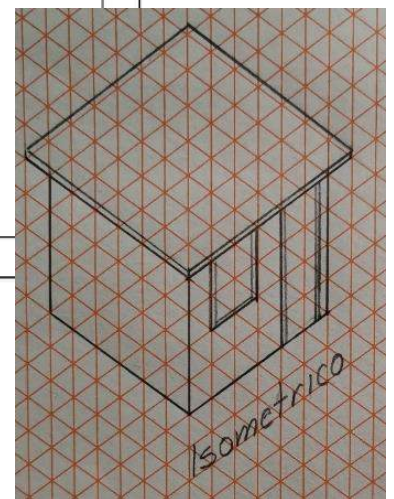

Fig. 73. Isométrico del salón
*También Puedes intentar el isométrico como en la fig. 73